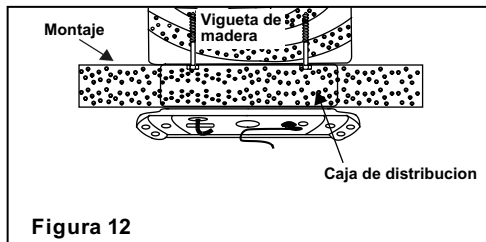

Figura 12
4. Para mayor seguridad, instale dos tornillos de madera con las arandelas planas (no proporcionadas) a través de las ranuras externas en la placa de montaje y en la vigueta de madera. **Nota:** Deje un tornillo de madera aflojado para fijar el cable de seguridad del motor. (Figura 12)